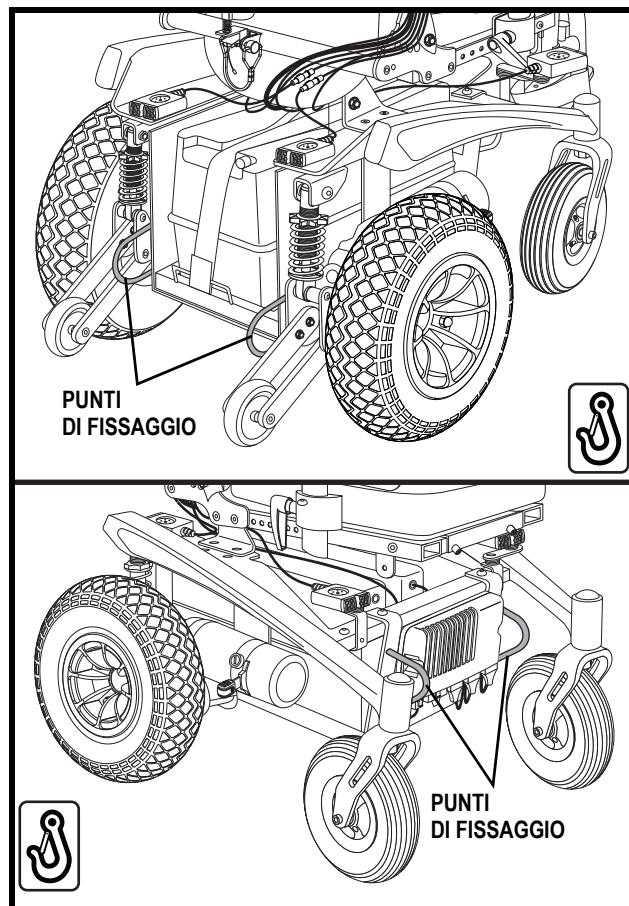

Figura 9. Punti di fissaggio del sistema di transito
- Unire le quattro fascette di fissaggio solamente ai punti appositamente studiati e contrassegnati per il transito, indicati da simboli ad ancora sulla Carrozzina. **Vedere figura 9 e 10.** Stringere la fascette in modo da eliminare qualunque allentamento.